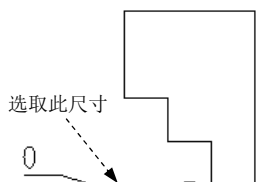

图 4.1.80 定义顺序尺寸
Step3. 定义顺序尺寸。在绘图区选取图 4.1.80 所示的顺序尺寸。